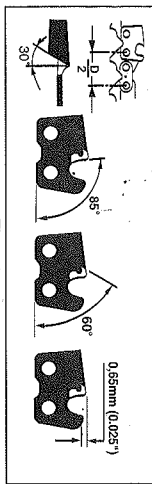
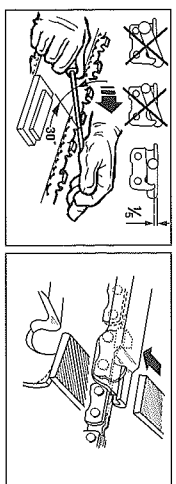

Fig. 21
Fig. 22
**AFFUTAGE DE CHAÎNE - Le pas de la chaîne (Fig. 21) est 3/8" LOPro x .050".**
Affûtez toujours les lames uniquement en effectuant des coups vers l'extérieur (Fig. 22) vous référant aux valeurs en Fig. 21.